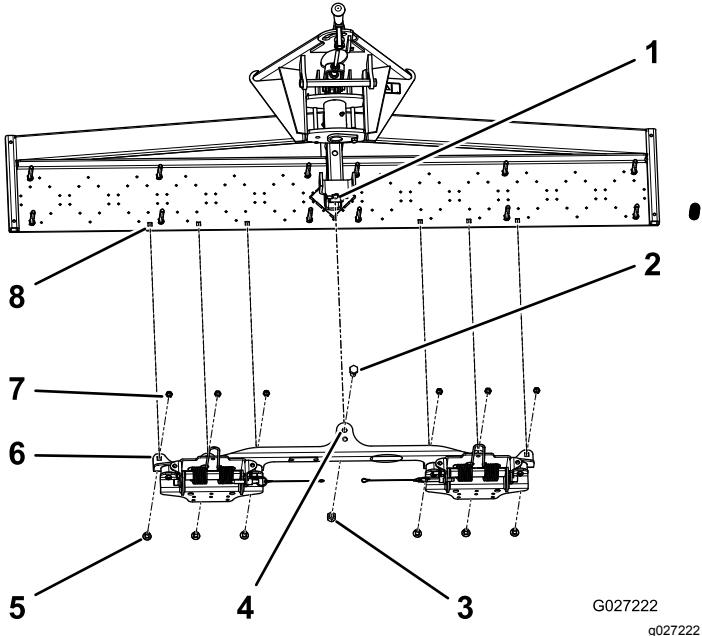
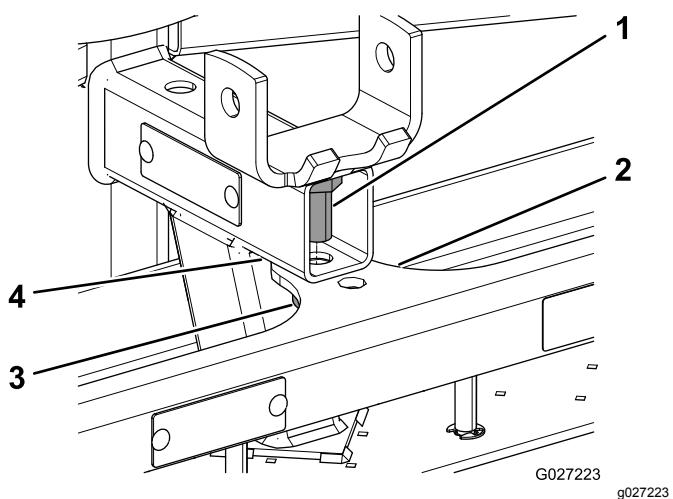
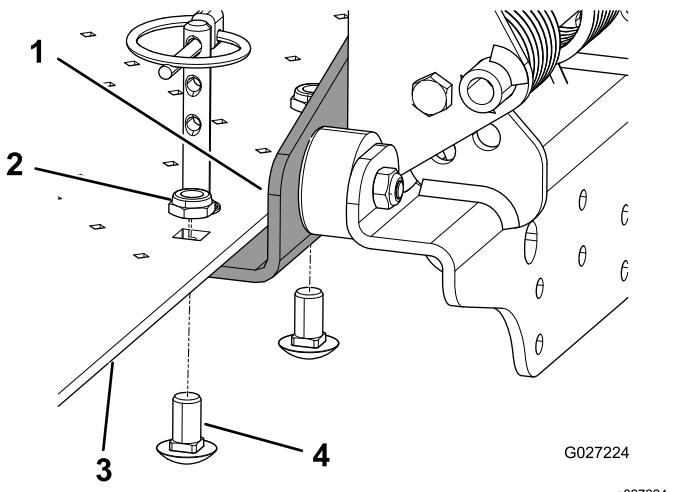
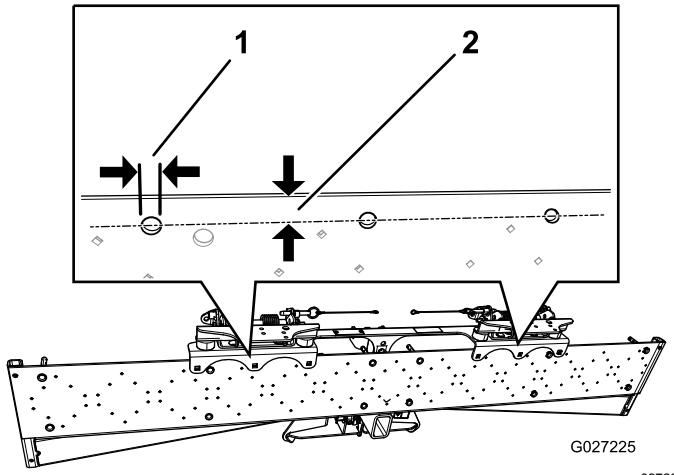

Figure 4
Figure 5
Figure 6
Figure 7
- Alignez le trou **avant** sur la patte centrale du support de scarificateur traîné et le trou dans le tube rectangulaire du scarificateur (Figure 4 et Figure 5).
- Insérez le boulon ($\frac{1}{2}$ " x 1") dans les deux trous et fixez-la avec l'écrou ($\frac{1}{2}$ ") ; voir Figure 5.
- Alignez les 6 trous des pattes du support de ressort et les 6 trous de la plaque inférieure du scarificateur traîné (Figure 4 et Figure 6).
Remarque: Les machines jusqu'au numéro de série 314999999 ne possèdent pas toutes des trous. Si la plaque inférieure du scarificateur traîné n'est pas déjà percée de trous, repérez et percez six trous de 10 mm. Commencez par monter le boulon central et l'écrou (Figure 5), et positionnez le support du scarificateur de manière que le **centre** de chaque trou se trouve à 17 mm du bord de la plaque inférieure (Figure 7).
1. Trou de 10 mm (6) 2. 17 mm
4. Insérez un boulon de carrosserie ($\frac{3}{8}$ " x $\frac{3}{4}$ ") par le bas de chaque trou, et fixez chaque boulon avec un écrou ($\frac{3}{8}$ ") ; voir Figure 6.
5. Serrez l'écrou et le boulon que vous avez montés à l'opération 2 (Figure 5).